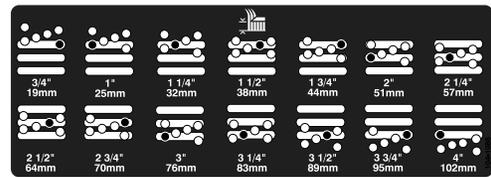

Figura 4
5. Spostate l'alloggiamento all'altezza di taglio opportuna e montate il distanziale nel foro e nella scanalatura dell'altezza di taglio prescelta (Figura 4).